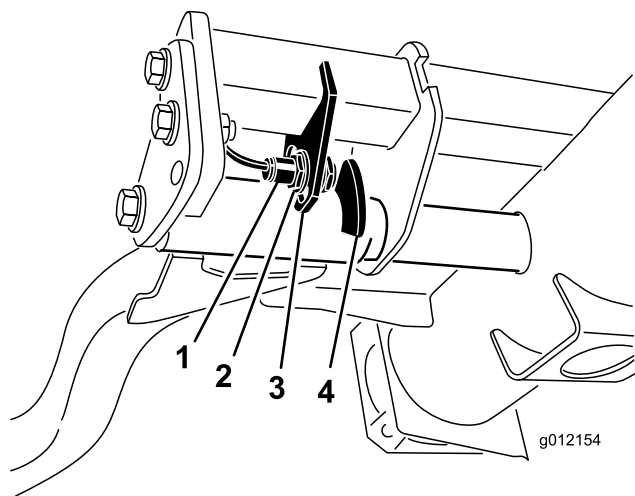

Figura 35
2. El interruptor del brazo de elevación está situado debajo del depósito de aceite hidráulico y detrás del brazo de elevación delantero derecho (Figura 35).
elevación, o hacia arriba para reducir la altura de giro del brazo de elevación (Figura 35).